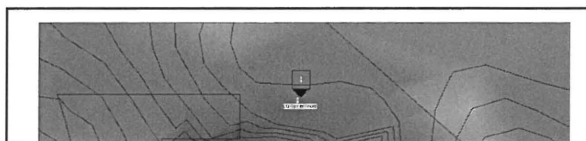

Fig. 10.78. *Elevation Nord* er placeret inde i *Toposurface* området.
- Stå I Site i *Project Browseren*. Sørg for at *Elevation Nord* er placeret inden for *Toposurface* (Fig. 10.78).